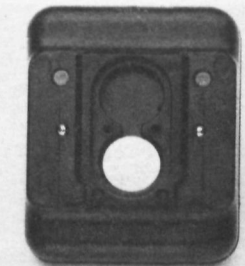

Fig. 22
- remettre en place le couvercle de la case de sorte à ce que le ressort fasse pression sur la pile (fig. 22)
- estrarre la pila esaurita (fig. 22)